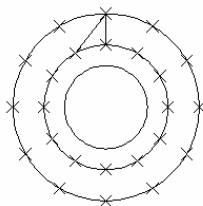

图 2-61 绘制棘轮轮齿
(4) 绘制棘轮轮齿。单击“默认”选项卡“绘图”面板中的“直线”按钮, 连接 3 个等分点，绘制直线，如图 2-61 所示。